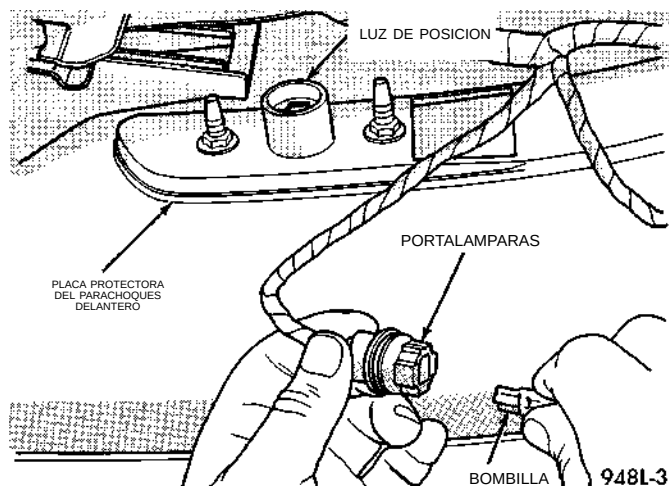

Fig. 4 Luz de posición delantera
- (1) Llegue por atrás de la placa protectora del parachoques delantero hacia adelante de la rueda delantera.
- (2) Retire el portalámparas de la luz de posición delantera.
- (3) Extraiga la bombilla del portalámparas (Fig. 4).